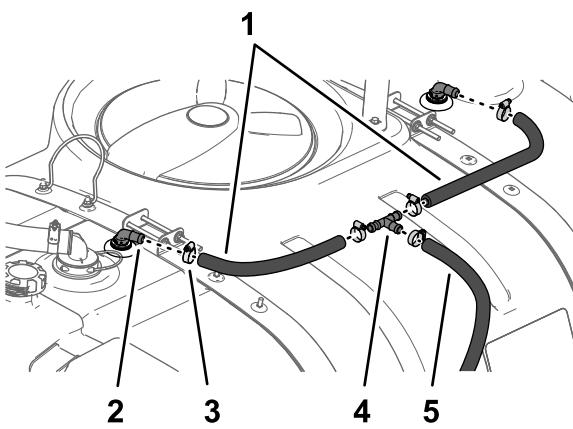

Figura 27
1. Montate 2 flessibili di 1,9 x 61 cm e 2 fascette stringitubo su ciascuno dei raccordi a 90° nei gruppi ugelli di lavaggio e serrate le fascette manualmente (Figura 27).
fascette stringitubo, come illustrato nella Figura 27.
3. Montate i flessibili di 1,9 x 180 cm e una fascetta stringitubo sul raccordo a T, come illustrato nella Figura 27.
1. Montate il flessibile di 53,3 cm nella parte inferiore del serbatoio di lavaggio sul raccordo diritto dentellato interno della pompa del serbatoio di lavaggio con una fascetta stringitubo e serrate la fascetta manualmente (Figura 27).